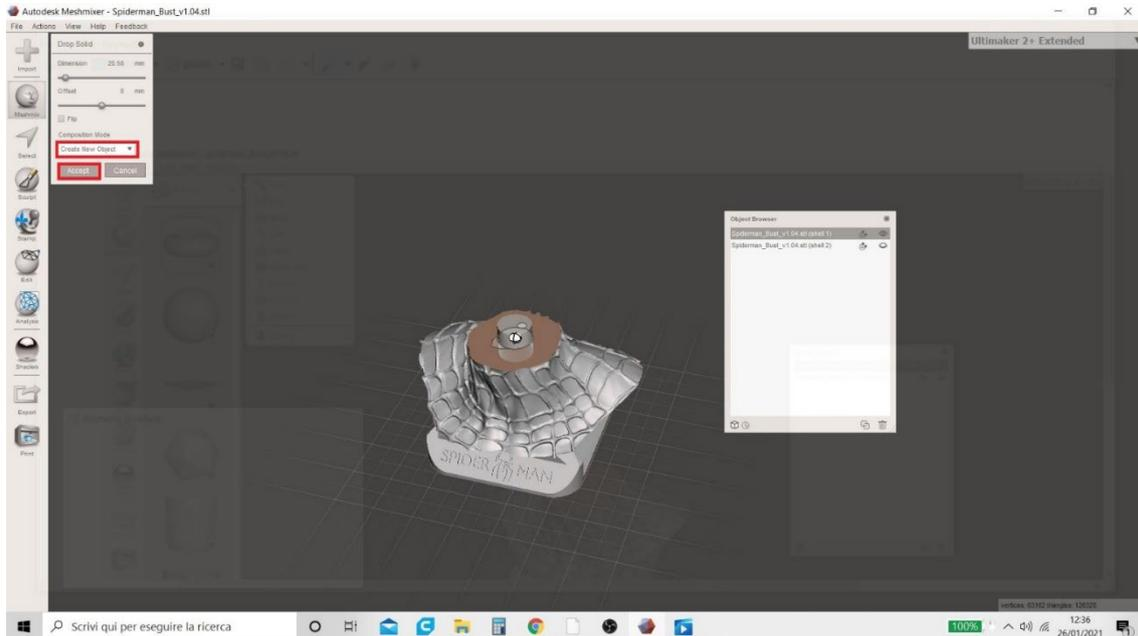

Figura 10 Meshmixer
3. Dopo aver ridimensionato e posizionato il pivot, l'utente deve scegliere "Crea nuovo oggetto" dal menu a comparsa "Modalità composizione" (Figura 10 Meshmixer).